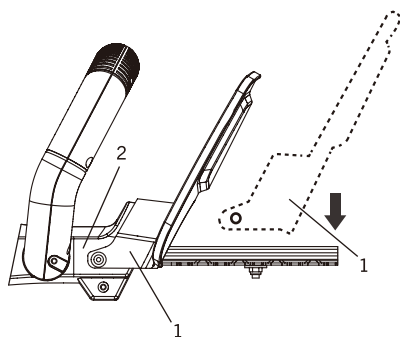

FIG. 7a
1. Faites glisser l'extrémité ouverte du protège-main (1) vers le bas sur la lame et à l'arrière sur le dispositif de fixation de la lame (2) (fig. 7a).